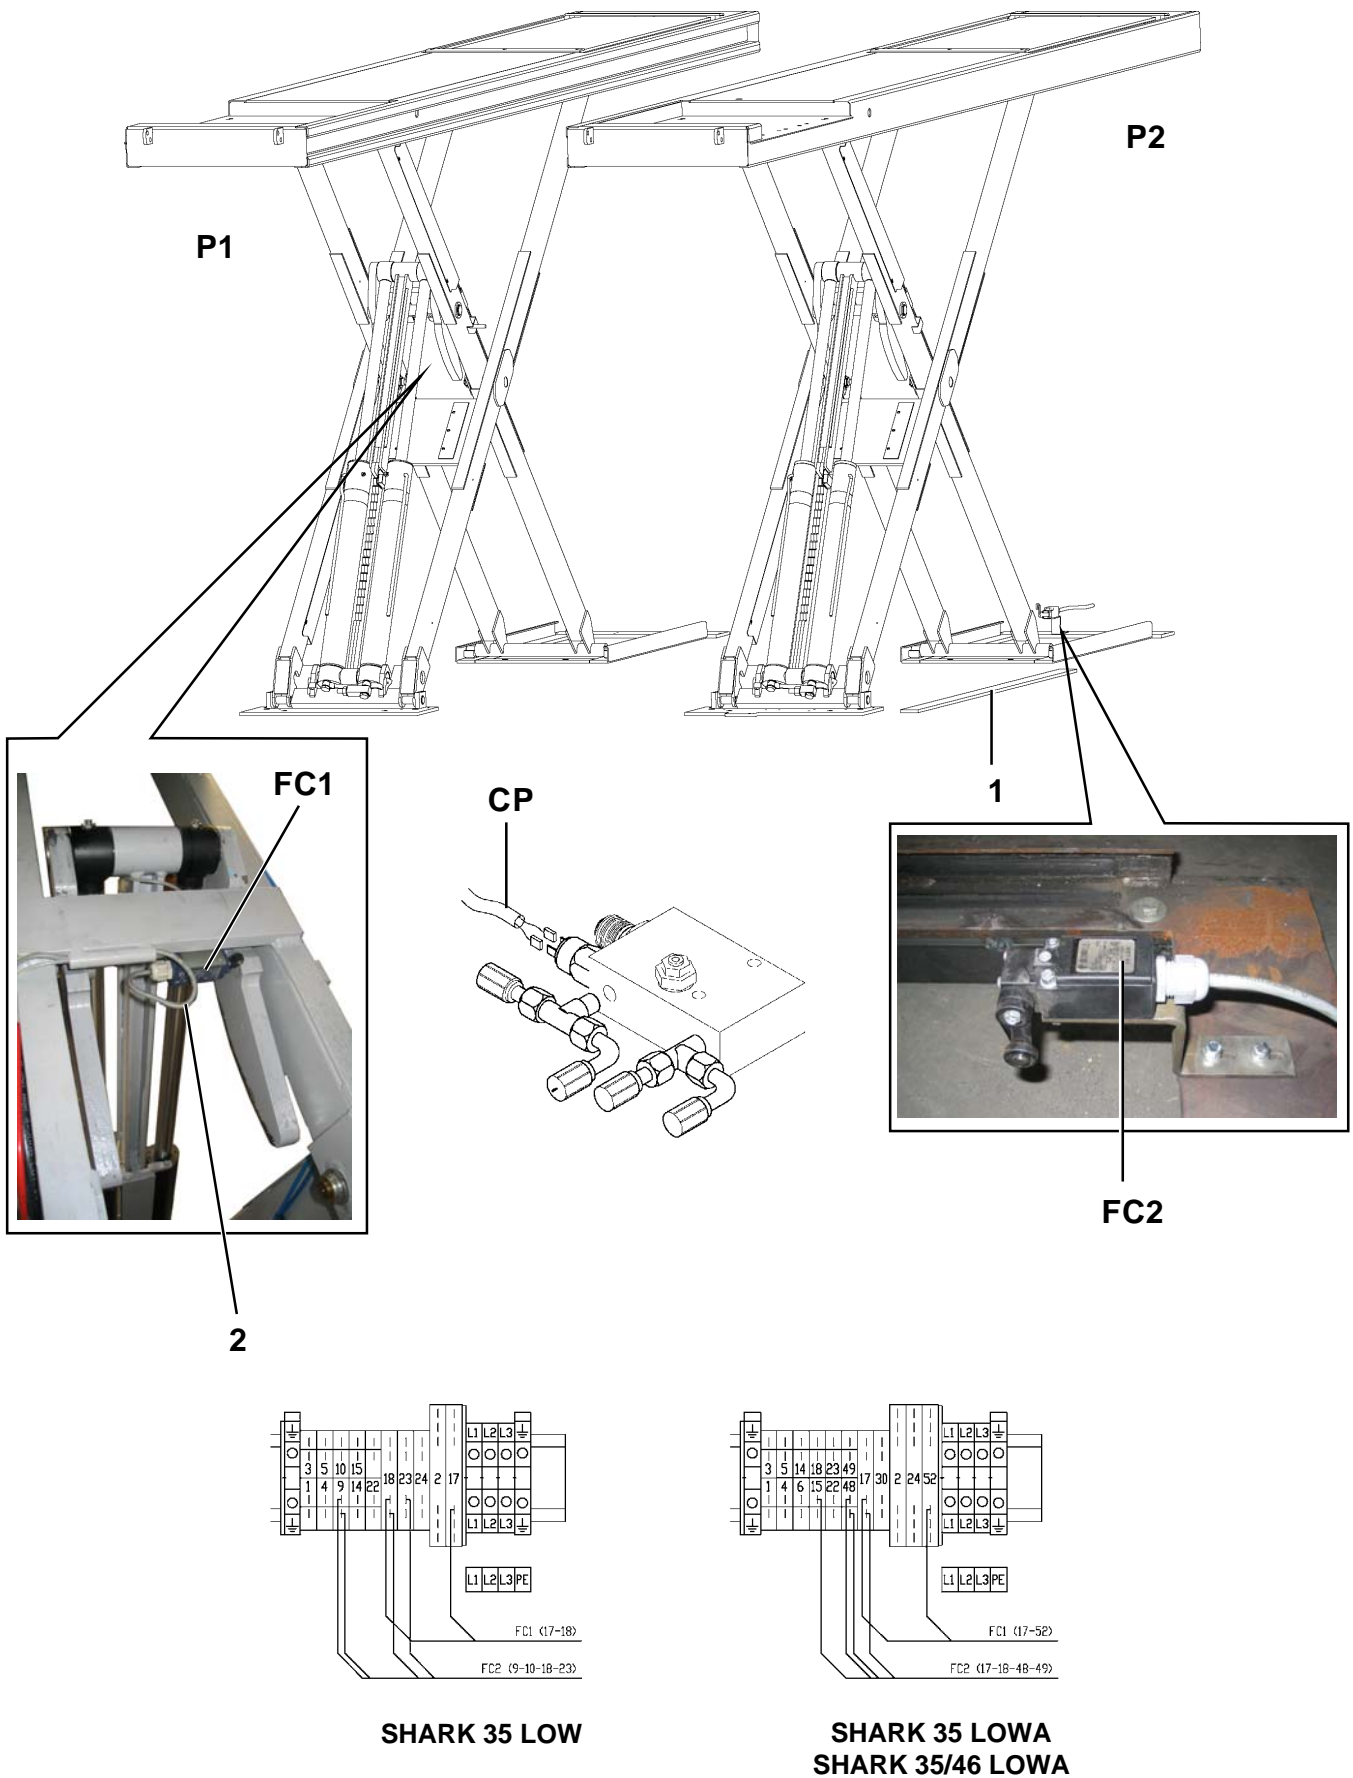

Fig. 18
Collegare i cavi presenti in centralina al pressostato (CP) (vedi Fig.18).
Posizionare il micro FC2 sotto alla pedana P2, infilare il cavo nella canalina (1 Fig.18) e collegarlo alla morsettiera nella centralina (vedi Fig.18). Fissare la canalina al suolo con gli appositi tasselli.
Collegare il cavo (2 Fig.18) del micro FC1 alla morsettiera della centralina.
Connect the leads in the control unit to pressure switch (CP) (see fig. 18).
Place the microswitch FC2 below platform P2, fit the cable in the cableway (1 Fig. 18) and connect it to the terminal board in the control unit (see Fig. 18). Fasten the cableway to the floor using the plugs provided.
Connect cable (2 Fig. 18) for microswitch FC1 to control unit terminal block.
Die im Schaltschrank vorhandenen Kabel an den Druckwächter (CP) (siehe Abb. 18). Den Mikroschalter FC2 unter der Fahrbahn P2 positionieren, das Kabel in die Kabelführung verlegen (1 Abb. 18) und an die Klemmleiste im Schaltschrank anschliessen (siehe Abb. 18). Die Kabelführung über die dazu vorgesehenen Dübel am Fussboden verdübeln.
Das Kabel (2 Abb.18) des Mikros FC1 an das Klemmenbrett der Zentrale schließen.
Connecter les câbles du pupitre de commande au pressostat (CP) (voir Fig. 18).
Positionner le microrupteur FC2 sous le chemin de roulement P2, introduire le câble dans le cheminement (1 Fig. 18) et le raccorder à la barrette de connexion située dans le pupitre de commande (voir Fig. 18). Fixer le cheminement au sol au moyen des vis tamponnées spéciales.
Relier le câble (2 Fig.18) du micro FC1 au bornier de la centrale.
Conecte los cables situados en el panel de mando al presostato (CP) (ver Fig. 18).
Coloque el microinterruptor FC2 debajo de la plataforma P2, enfilar el cable en el conducto (1 Fig. 18) y conectarlo al tablero de bornes del panel de mando (ver Fig. 18). Fije el conducto en el suelo con los tacos apropiados.
Conectar el cable (1 Fig.18) del micro FC1 al tablero de bornes de la unidad central.